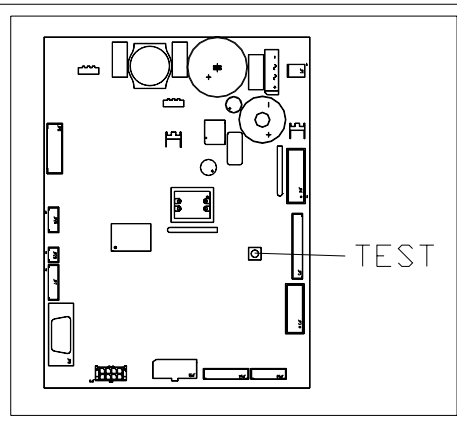

FIG. 7
- Appuyer sur le bouton poussoir TEST FIG.7 sur la carte de contrôle principale qui est située dans le compartiment du boîtier monnayeur. Le message suivant apparaîtra sur le display "**Sélectionner le plateau à charger**".
- Après avoir inséré le nouveau produit, appuyer sur le bouton poussoir **OK** (bouton poussoir Shopper) pour enregistrer la présence du produit dans le compartiment et pour introduire la date avant laquelle il faut consommer le produit, à l'échéance de cette date la vente du produit sera interdite. Si aucun produit n'a été inséré, appuyer sur le bouton poussoir de sélection correspondant pour passer au compartiment suivant. La procédure continuera jusqu'à quand tous les compartiments auront été programmés ou bien un autre plateau aura été sélectionné pour effectuer le chargement. Le distributeur passera automatiquement du mode "recharge" au mode normal après avoir analysé tous les plateaux. Pour quitter à n'importe quel moment le mode "recharge", appuyer sur le bouton poussoir TEST FIG.7.
- Quand on recharge une sélection **Fifo**, **il est nécessaire** de recharger un compartiment après l'autre, sans laisser des espaces libres. Si on ne dispose pas d'une quantité suffisante de produits pour compléter une sélection Fifo: appuyer sur le bouton poussoir **OK** après avoir chargé le dernier produit et quitter l'opération de "recharge" (bouton poussoir TEST FIG.7) ou bien sélectionner le plateau successif à charger.
- 2) Appuyer sur le bouton TEST FIG.7, sur la gauche du panneau de contrôle principal du compartiment du box - monnayer. Sur le display paraîtra le message "**Choisissez le plateau a recharger**".
- 5) Appuyer sur le bouton TEST FIG.7 pour sortir de la VENTE LIBRE.